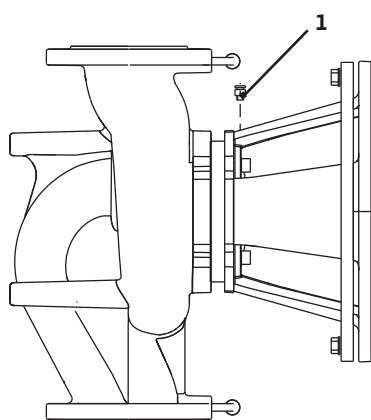

Fig. 37: Zawór odpowietrzający
- Pompy należy odpowietrzać poprzez poluzowanie zaworów odpowietrzających (Fig. 37, poz. 1.). Praca na sucho prowadzi do zniszczenia uszczelnienia mechanicznego. Nie wolno odpowietrzać czujnika różnicy ciśnień (ryzyko zniszczenia).